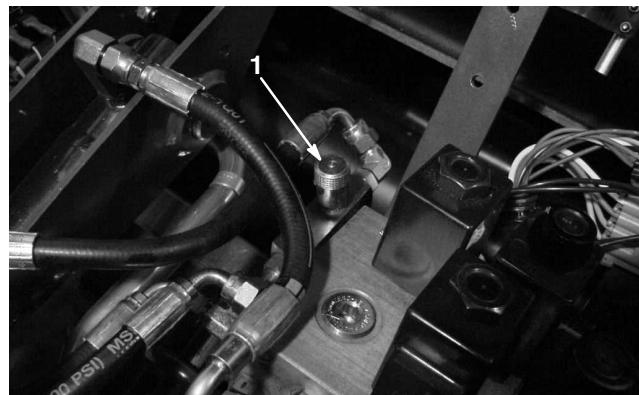

Figure 54
Le circuit de relevage/descente des plateaux de coupe de cette machine est muni d'un régulateur de débit (Fig. 54). Celui-ci est ouvert en usine d'environ 3 tours. Il faut cependant parfois le régler pour compenser les différences de températures de l'huile hydraulique, des vitesses de tonte, etc. Dans ce cas, procédez comme suit :
1. Soulevez le siège et repérez le régulateur de débit du bâti de traction central (Fig. 54) situé près du collecteur hydraulique.